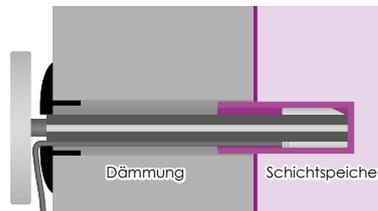

Bild 12: Das Steckmodul ist bis zum Anschlag in die Tauchhülle geschoben.
4. Schieben Sie das Steckmodul bis zum Anschlag in die Tauchhülle (► Bild 12).